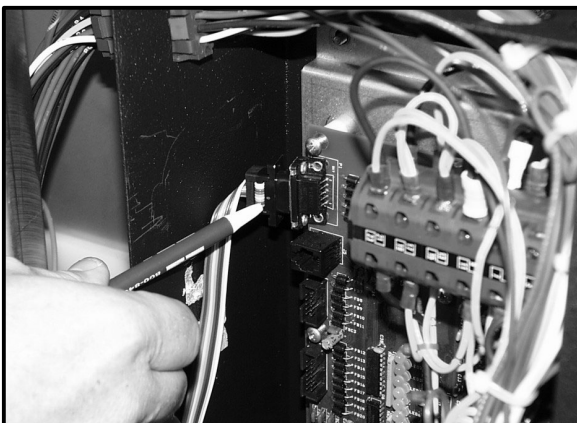

Figure 52
2. Retirez (2) vis et glissez le panneau de commande vers l'avant.
4. Raccordez un câble série standardisé au port série de l'ordinateur portable et au port série à 9 broches situé sur le carte à circuit imprimé dans la zone de commande. Voir la Figure 52.